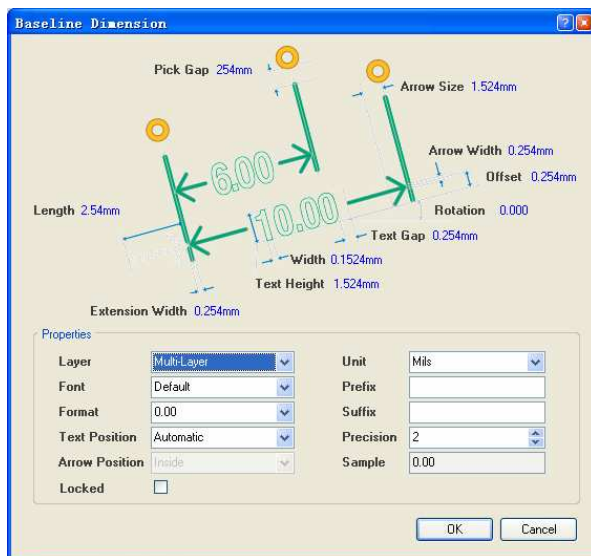

图 7.70 “Baseline Dimension”对话框
(2) 单击“Tab”键, 打开如图 7.70 所示的“Baseline Dimension”对话框。
如图 7.70 所示的“Baseline Dimension”对话框用于设置基准标注的属性, 其中的选项功能与“Linear Dimension”对话框中的对应选项功能相同。可参考对“Linear Dimension”对话框中选项的描述。